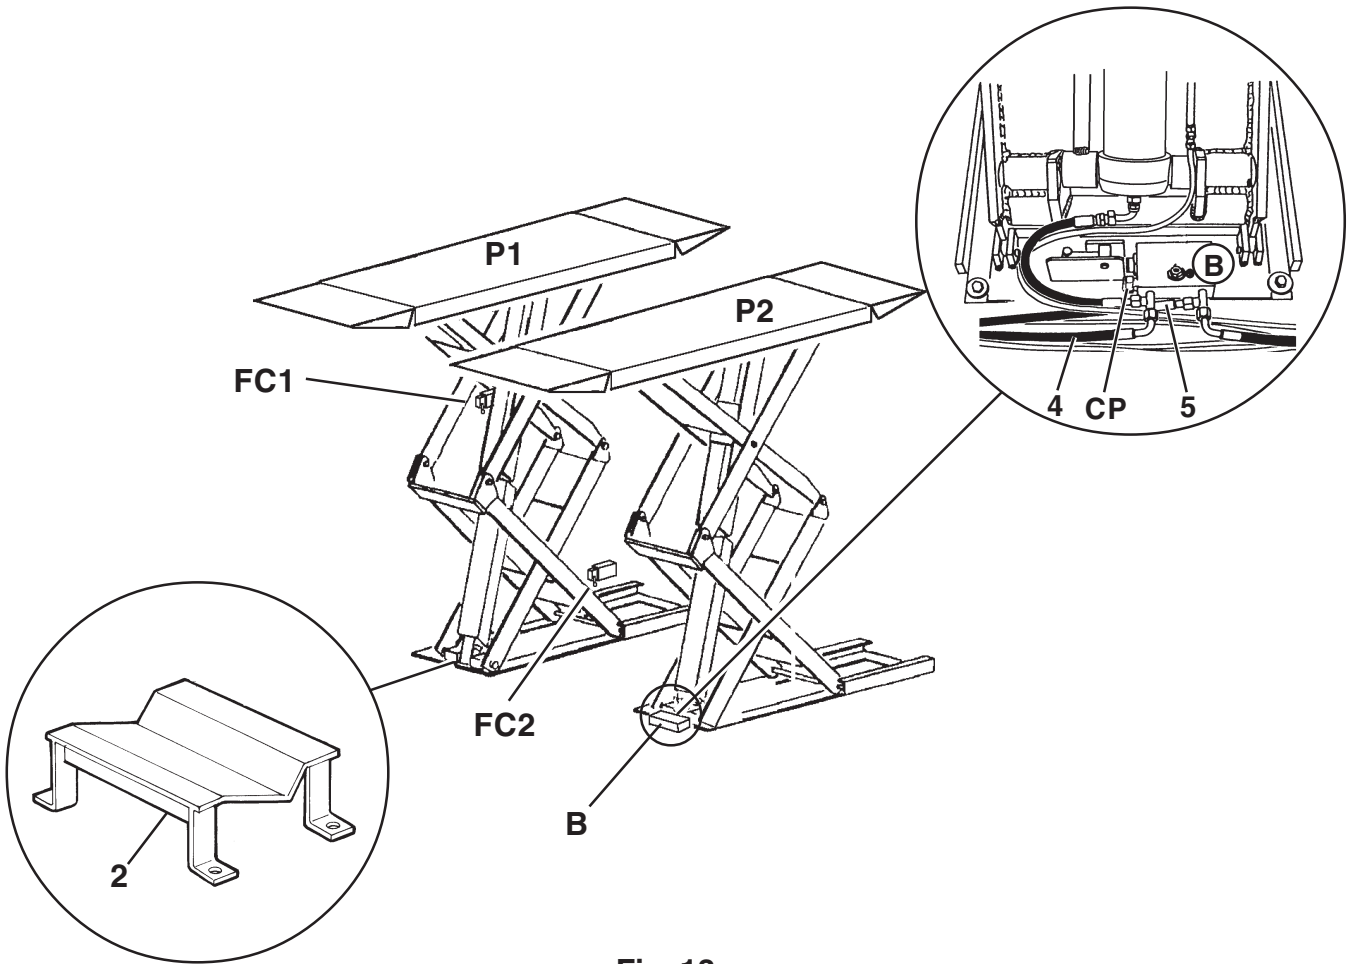

Fig. 13
Premere il pulsante di salita ed alzare le pedane di 50-60 cm (Fig. 13). I cavi del pressostato CP sono contenuti nella centralina idraulica. Collegare il pressostato CP situato in B (Fig. 13). Da sotto la pedana P1 svolgere i cavi del micro FC1 e FC2 e collegarli alla morsettiera del quadro elettrico (Fig. 14). Svolgere da sotto alla pedana P1 il tubo pneumatico F, infilarlo nel tubo di comunicazione fra le due fosse poi ricollegarlo al raccordo B (Fig. 14). A questo punto sollevare la pedana P1, togliere i legni e mettere all'interno dello scavo la pedana stessa posizionandola come si vede in Fig. 9. Rif. Fig. 8. Nella pedana P2 staccare i tubi 4 e 5 chiudendo
Il ponte è dotato di valvola di allineamento automatica posizionata sotto alla pedana P2 ed indicata con B (Fig. 13). La valvola è tarata in fabbrica.
Press the rise button and raise the footboards at 50-60 cm (Fig. 13). The cables of the pressure switch CP are housed in the hydraulic control unit. Connect the pressure switch CP housed in B (Fig. 13). From beneath the footboard P1, unroll the cables of the microswitches FC1 and FC2 and connect them to the terminal board of the electrical panel (Fig. 14). Unroll cable F from beneath the footboard P1, insert it into the tube connecting the two pits, then see section 4.8. Raise the footboard P1, remove the planks and place the footboard itself into the pit, positioning it as shown in Fig. 9. Ref. Fig. 8. On footboard (P2), detach the tubes (4) and (5) and
The lift is equipped with automatic alignment valve located beneath the footboard P2 and marked B (Fig. 13). The valve is factory-calibrated.
Die Hebesteuertaste betätigen und die Fahrschienen 50-60 cm (Abb. 13) hochfahren. Die Kabel des Druckwächters CP sind im Hydraulikaggregat untergebracht. Den in B ausgerichteten Druckwächter CP (Abb. 13) anschliessen. Unter der Fahrschiene P1 die Kabel der Mikroschalter FC1 und FC2 abwickeln und sie an die Klemmleiste im Schaltschrank anschliessen (Abb. 14). Unter der Fahrschiene P1 die pneumatische Leitung F abwickeln, in das Verbindungsrohr zwischen den beiden Gruben einfügen, dann an den Anschluss B (Abb. 14) schliessen. Nun die Fahrschiene P1 anheben, die Holzplatten beseitigen, die Fahrschiene in die Grube herablassen und gemäss Abb. 8A positionieren. Zu Abb. 8. An der Fahrschiene P2 die Leitungen 4 und 5
Die Hebebühne ist mit einem unter der Fahrschiene P2 positionierten automatischen Ausgleichsventil versehen. Dieses Ventil ist mit B (Abb. 13), gekennzeichnet. Es wird im Werk geeicht.
Appuyer sur le bouton de montée et soulever les chemins de roulement de 50-60 cm (Fig. 13). Les câbles du pressostat CP se trouvent dans l'unité hydraulique. Raccorder le pressostat CP situé à l'intérieur de B (Fig. 13). Dérouler les câbles des microrupteurs FC1 et FC2 par le dessous du chemin de roulement P1 et les brancher au bornier du tableau électrique (Fig. 14). Dérouler le tuyau pneumatique F par le dessous du chemin de roulement P1, l'introduire dans le tuyau de communication entre les deux fosses et le raccorder au nouveau au raccord B (Fig. 14). A ce point, soulever le chemin de roulement P1, retirer les morceaux de bois et déposer le chemin de roulement à l'intérieur de la fosse dans la position indiquée à la Fig. 9. Réf. Fig. 8. Dans le chemin de roulement P2 détacher les tuyaux (4) et (5) en fermant immédiatement le circuit hydraulique au
Le pont élévateur est équipé d'une vanne pour l'alignement automatique située sous le chemin de roulement P2 et indiquée par la lettre B (Fig. 13). La vanne est réglée à l'usine.
Apriete el pulsador de subida y alce las plataformas de unos 50-60 cm (Fig. 13). Los cables del presostato CP están situados en la centralita hidráulica. Conecte el presostato CP situado en B (Fig. 13). Actuando por debajo de la plataforma P1 desenrolle los cables de los microinterruptores FC1 y FC2 y conéctelos a la caja de bornes del tablero eléctrico (Fig. 14). Desenrolle, actuando por debajo de la plataforma P1 el tubo neumático F, introdúzcalo en el tubo de comunicación entre las dos acanaladuras, luego conectarlo nuevamente al empalme B (Fig. 14). Ahora levante la plataforma (P1), quite las tablas de madera e introduzca en el interior de la acanaladura la plataforma misma, colocándola como ilustra la Fig. 9.
El puente dispone de válvula de alineado automático colocada debajo de la plataforma P2 e indicada con B (Fig. 13). La válvula se regula en fábrica.
Lors du raccordement des tuyaux, de l'air pourrait s'introduire dans le système, il faut donc opérer comme suit pour rétablir le bon fonctionnement: le robinet **R** (voir Fig. 12) doit être fermé; actionner la montée autant qu'il faut pour mettre le chemin de roulement **P1** en sa position de butée mécanique (la position du chemin de roulement **P2** n'est pas importante). Desserrer la vis **(1)** (Fig. 13) du vérin **P1** pour purger l'air (il peut arriver que **P2** descende), puis resserrer. Supprimer l'alimentation pneumatique de manière à ce que l'arrêt mécanique du vérin **P1** reste enclenché sur la dernière dent (vérin entièrement ouvert) et introduire sous l'arrêt du vérin **P2** l'entretoise **(2 Fig. 12A)** (tuyau rilsan Ø 8x6 30 mm de long) pour permettre au vérin de coulisser. Ouvrir le robinet **R** ( Fig. 12) et appuyer sur le
Durante la conexión de los tubos podría entrar un poco de aire y por este motivo, para restablecer el correcto funcionamiento es necesario proceder de la siguiente manera: con el grifo **R** cerrado, ver Fig. 12, presionar el pulsador de elevación hasta el tope mecánico de la plataforma **P1** (no interesa la plataforma **P2**). Destornillar el tornillo **(1)** (Fig. 13) del cilindro **P1** para purgar el aire (puede comprobarse el descenso de **P2**) y luego volver atornillar. Quitar la alimentación neumática de manera que el retén mecánico del cilindro **P1** se quede enganchado en el último diente (cilindro todo abierto) y colocar debajo del retén del cilindro **P2** el distanciador **(2 Fig. 12A)** (tubo de rilsan de Ø 8x6 longitud 30 mm) de manera que el cilindro pueda deslizar. Abrir el grifo **R** (Fig. 12) y presionando el pulsador de descenso